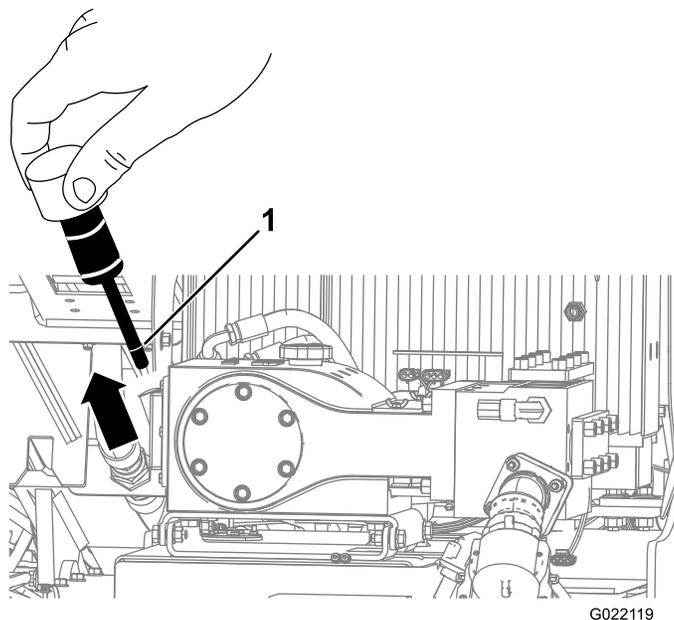
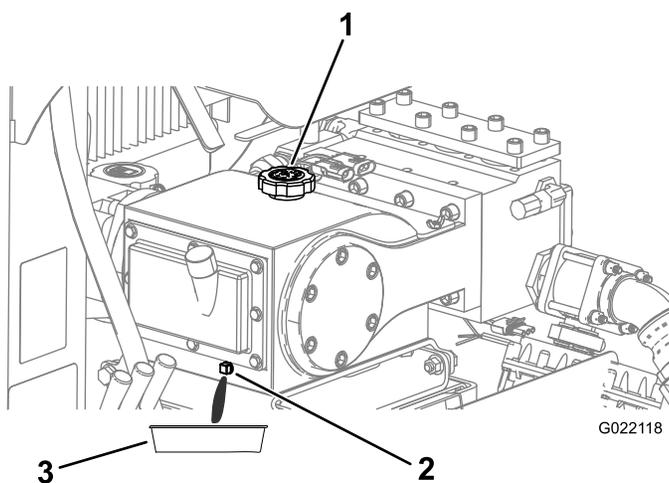

Figura 111
Figura 112
3. Remova a vareta de nível de óleo (Figura 111).
4. O óleo deve estar na linha do bujão de nível como mostra a Figura 111.
4. Remova o bujão de drenagem e posicione uma bandeja de drenagem sob o orifício de drenagem (Figura 112).
6. Permita a drenagem de todo o óleo pelo orifício de drenagem para a bandeja de óleo (Figura 112).
8. Remova a tampa do bocal de enchimento (Figura 112) e adicione aproximadamente 1,9 L de óleo, ou até o óleo atingir a marca Max na vareta, como mostra a Figura 111.